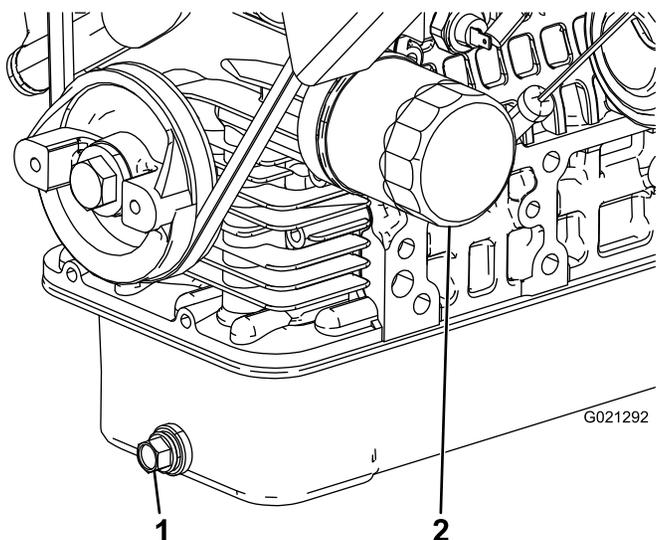

Рисунок 46
2. Снимите пробку сливного отверстия и дайте маслу стечь в сливной поддон (Рисунок 46).
4. Снимите масляный фильтр (Рисунок 46).